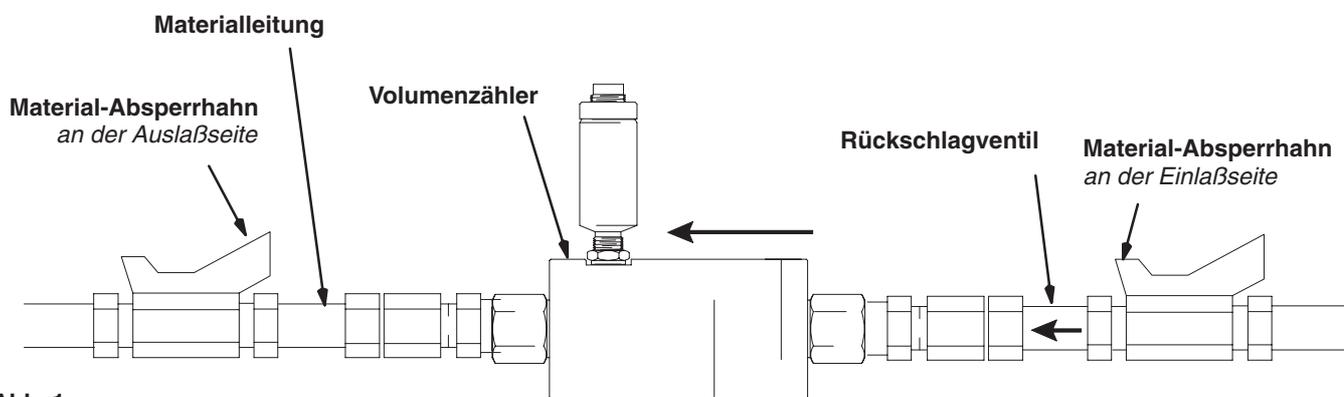

Abb. 1
- Abb. 1 zeigt, wo und wie der Volumenzähler, die Anschlüsse und die Material-Absperrhähne zu installieren sind. Um einen Rückfluß zu vermeiden, sollte ein Rückschlagventil vor dem Volumenzähler installiert werden. Die Pfeile am Volumenzähler und am Rückschlagventil geben die Fließrichtung des Materials an.